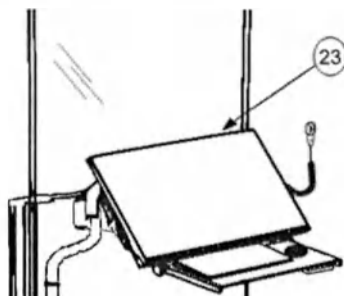

Рисунок 3.3.12 – Расположение АРМ лаборанта на рентгенозащитной ширме
2. Если АРМ лаборанта расположен на ширме, кратковременно нажмите кнопку 23 (Рисунок 3.3.12) для включения медицинской рабочей станции АРМ лаборанта и включения стойки-штатива.